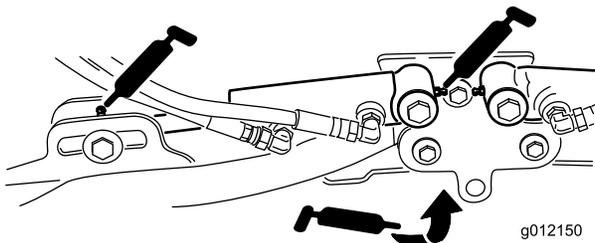

Figura 54
- Cilindros do braço de elevação da unidade de corte (2 de cada) (Figura 54)
- Articulações do braço de elevação (1 de cada) (Figura 54)